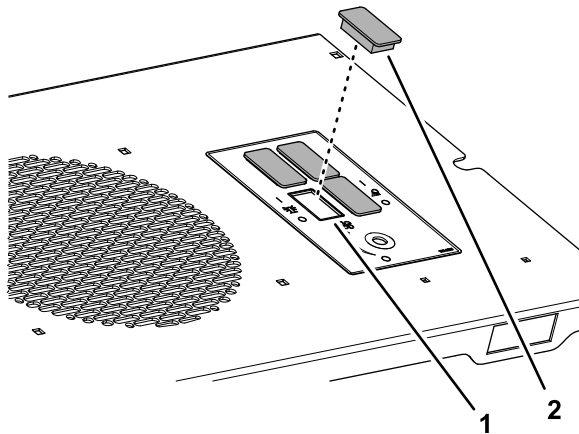

Bild 4
1. Fluchten Sie die Blende mit den rechteckigen Öffnungen im Bedienfeld aus (Bild 4).
2. Setzen Sie die Blende in die Öffnung ein, bis die Blende im Bedienfeld einrastet (Bild 4).
3. Wiederholen Sie die Schritte 1 und 2 für die drei anderen Blenden (Bild 4).